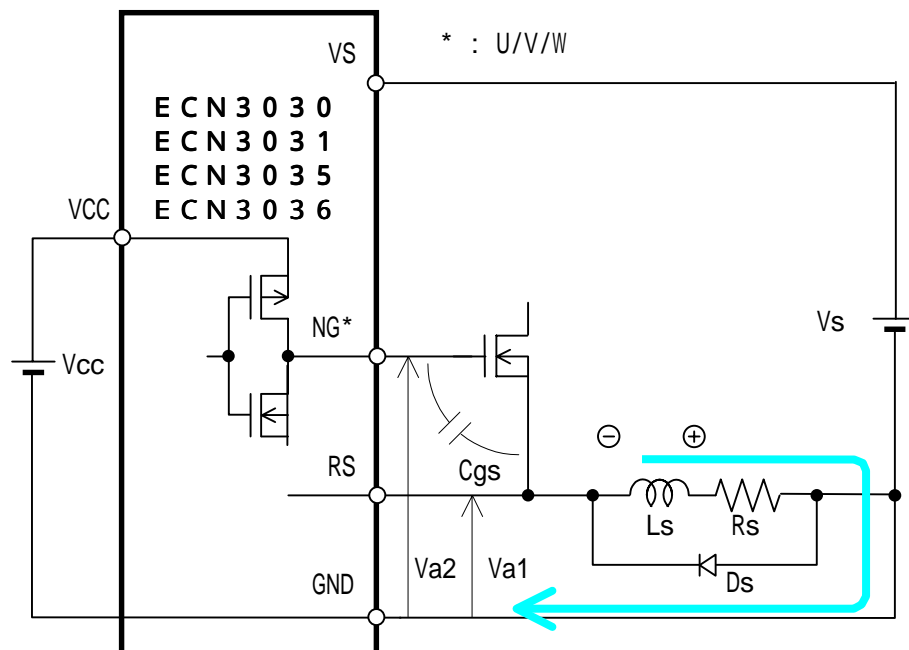

図 13 . シャント抵抗における過電圧の発生
(6) R_s シャント抵抗について
- ・過電流検出レベルを決定するシャント抵抗 R_s およびその配線系において、できるだけインダクタンス成分を生じないようにして下さい。図13を参照下さい。